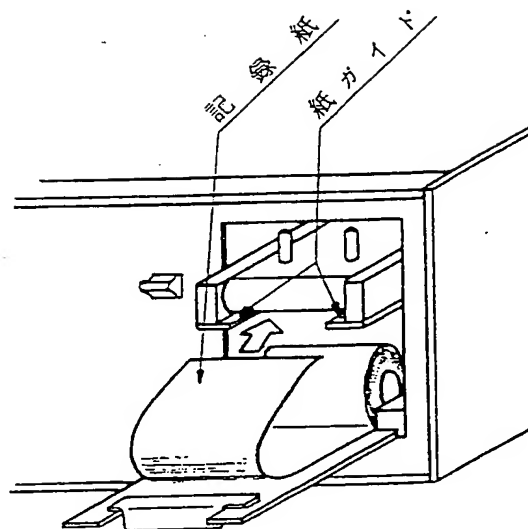

図 14 記録紙の入れ方
- ③ 2個の記録台着脱つまみを指ではさむようにすると、記録台は手前に回転しながら出てきますので、記録紙を図14を参照して紙ガイドに深く差込みFEEDスイッチを3～4秒押しします。
- ④ ここで再び記録台着脱つまみを持ち、記録台をもとの位置にもどしてフタをしめてFEEDスイッチを押すと、フタの上部から記録紙がでてきます。